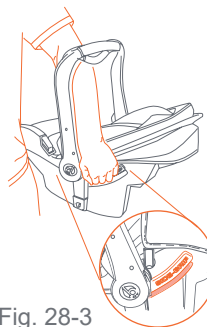

Fig. 28-3
- Gire el asa a la posición de transporte. Cruce el antebrazo a través del asa de transporte para colocar la mano en el agarre (Fig. 28-3).